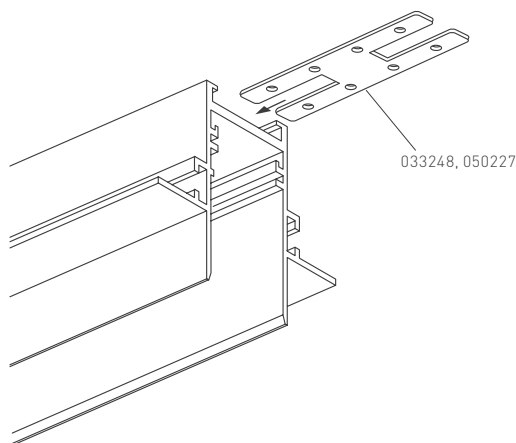

Рис. 3. Установка коннекторов для системы MAG-25
- 3.12. Установите в пазы шинопровода прямой коннектор MAG-CON-25-UP (арт. 033248, 050227) на половину их длины и закрепите установочными винтами из комплекта поставки (см. рис. 3). Предварительно снимите торцевую заглушку в случае ее наличия. Ответную часть коннектора установите в соответствующие пазы другого шинопровода и/или коннектора и закрепите установочными винтами.